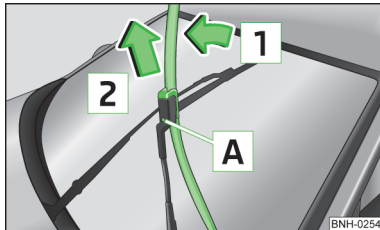

Abb. 152
- › Den Scheibenwischerarm von der Scheibe in Pfeilrichtung 1 anheben » Abb. 152.